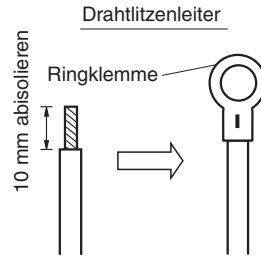
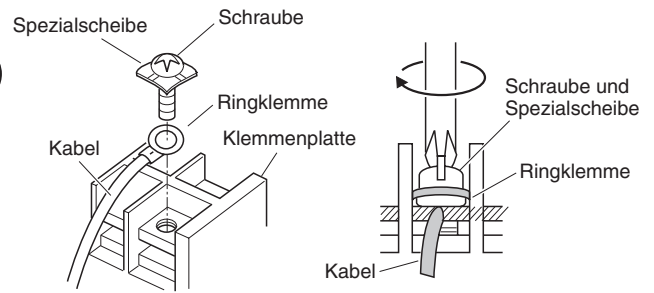

Abb. 4-7
Abb. 4-8
- (1) Das Ende des Kabels mit einem Seitenschneider beschneiden, dann die Isolierung abziehen, um ungefähr 10 mm der Litze freizulegen; danach die Enden der Litze verdrehen. (Abb. 4-7)
- (2) Unter Verwendung eines Kreuzschlitz-Schraubendrehers die Klemmschraube(n) von der Klemmenplatte herausdrehen.
- (3) Mit Hilfe eines Ringklemmen-Werkzeugs oder einer Klemmzange die Ringklemme fest an jedem freigelegten Kabelende anbringen.
- (4) Die Ringklemme aufschieben, dann die vorher abgenommene Klemmschraube mit dem Schraubendreher wieder festziehen. (Abb. 4-8)